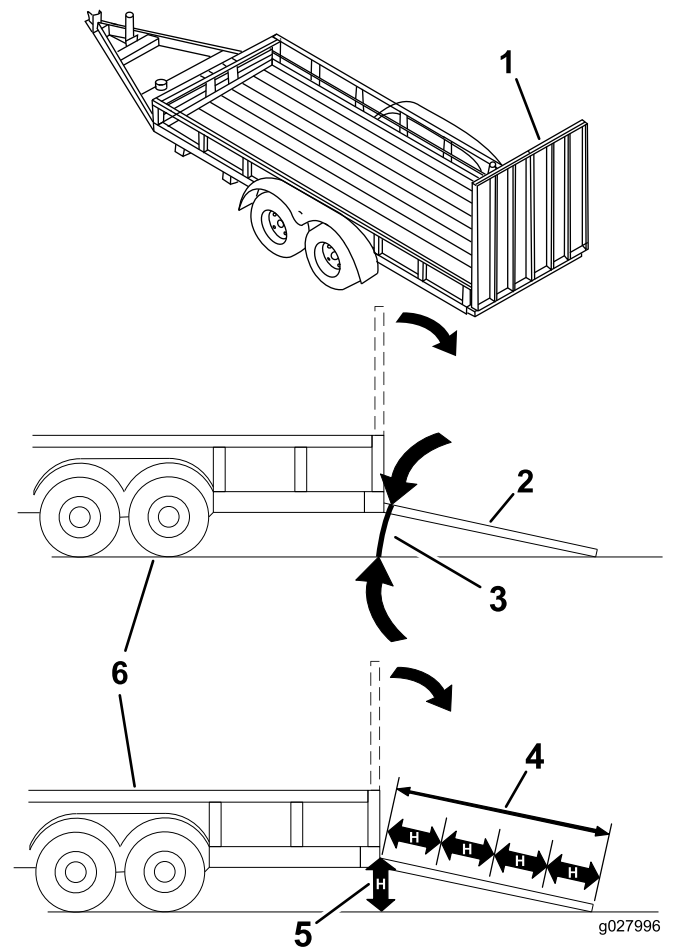

Figure 26
Le chargement de la machine sur une remorque ou un camion augmente le risque de basculement, et donc de blessures graves ou mortelles (**Figure 26**).
3. Abaissez la rampe pour que l'angle avec le sol ne dépasse pas 15 degrés (Figure 26).
1. Abaissez la rampe pour que l'angle avec le sol ne dépasse pas 15 degrés (Figure 26).